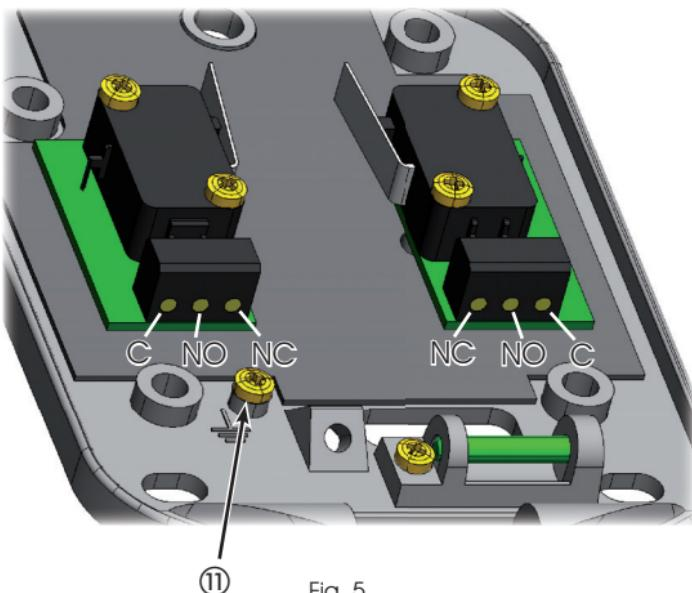

Fig. 5
5. Collegare i cavi elettrici provenienti dall'automazione nelle apposite morsettiere dei micro interruttori (Fig.5) in funzione della tipologia del comando:
5. Connect the electric cables coming from the automated system to the relevant terminal-boards of the microswitches (Fig.5) according to the type of command: